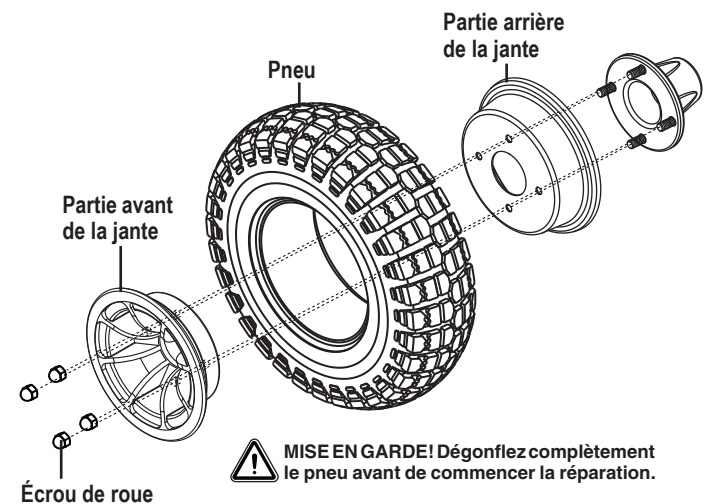

Figure 17. Roue motrice démontée
6. Retirez les vis qui retiennent les deux parties de la jante ensemble. **Voir la figure 17.**